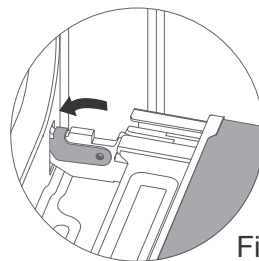

Fig.3
7. Dopo aver chiuso le leve di bloccaggio a destra e sinistra spingendole verso l'interno come visibile in Fig.3, se la porta forno è montata correttamente potete chiuderla senza alcun problema ; oltre a chiudersi correttamente se la porta forno è montata correttamente deve lasciare libere le asole di aerazione poste tra vetro porta e pannello comandi.